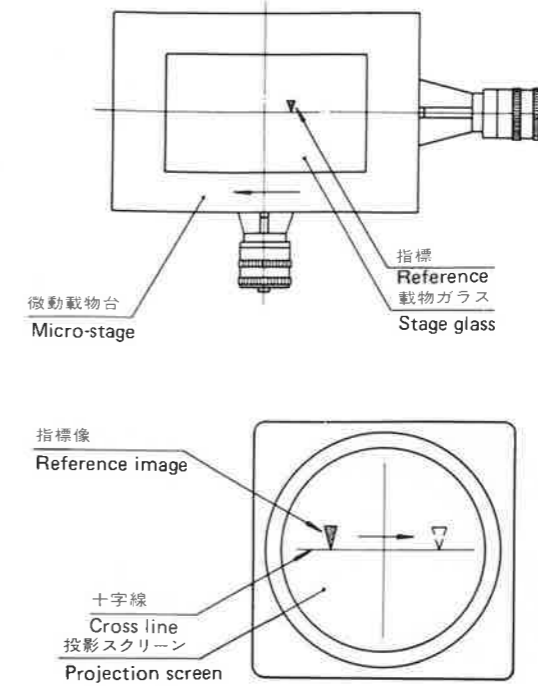

Fig. 16
4) 微動載物台移動方向の確認(Fig. 16)
- ① 手持ちのレンズのうち最も低倍率の投影レンズをとりつけコンデンサレンズを切り換えます。
- ② 微動載物台上に指標となるものを置き、これをスクリーンに投影します。
- ③ 回転スクリーンの角度目盛を"0"に合わせます。
- ④ 微動載物台の前後送り(Y軸)を利用して、指標像をスクリーン十字線の横方向の線に合わせます。
- ⑤ 微動載物台を左右(X軸)に移動した時、スクリーン十字線から指標像がずれない事を確認します。